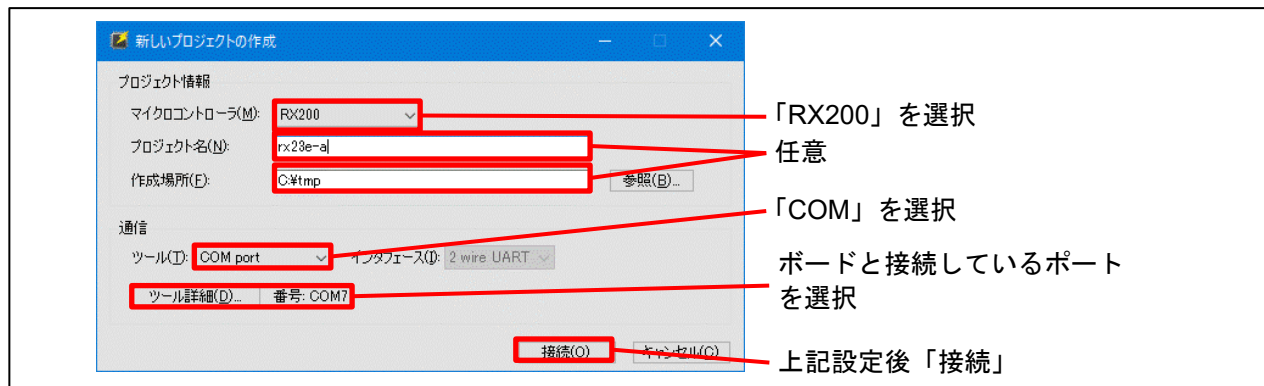

図 4-2 RFP 「新しいプロジェクトの作成」
3. Renesas Flash Programmer を起動し、メニュー「ファイル」>「新しいプロジェクトを作成...」で、図 4-2 を参考に設定して、「接続」してください。